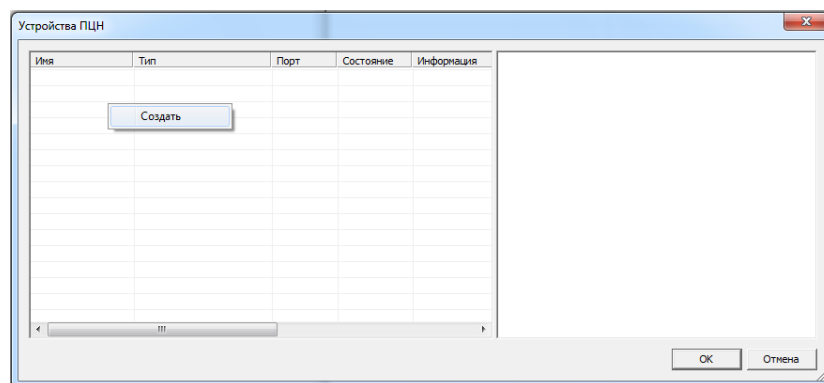

Рис. 7.2. Окно *Устройства ПЦН*
2. В открывшемся окне щелкните правой кнопкой мыши по свободному месту в поле списка устройств ПЦН и в появившемся меню выберите *Создать* (рис. 7.2).